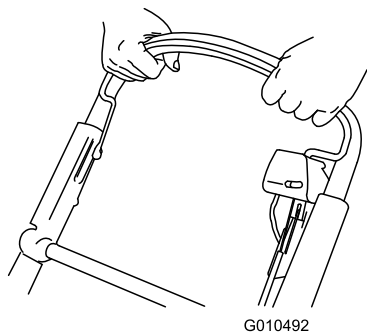

Bild 23
2. Halten Sie den Schaltbügel gegen den Griff gedrückt (Bild 23), um das Messer zu betätigen.